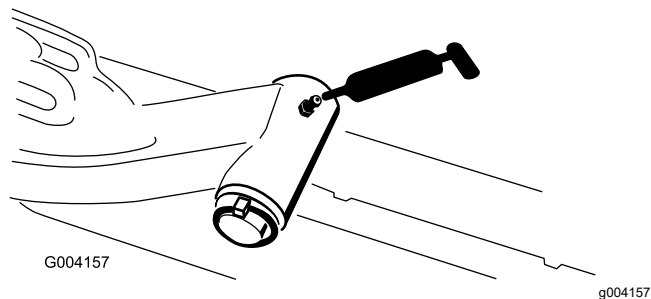

Рисунок 67
- Ось поворота подъемного рычага (по 1 шт.) — Рисунок 67